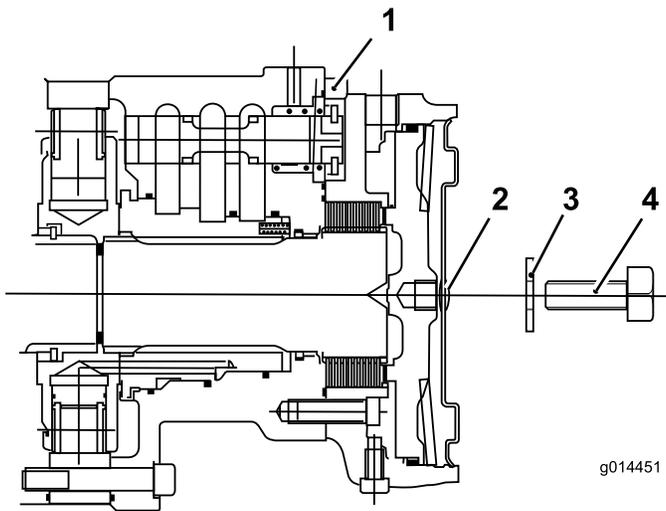

Figure 36
6. Montez un boulon (12 x 40 mm) et une rondelle (12 mm) dans le trou au centre de la plaque d'extrémité du moteur (Figure 36).
7. Serrez le boulon dans le trou fileté du piston de frein jusqu'à ce que le frein soit desserré (Figure 36).